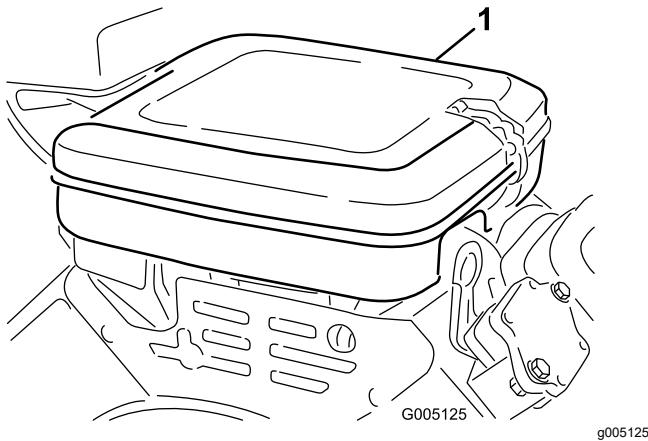

Bild 38
1. Reinigen Sie die Luftfilterabdeckung (Bild 38).